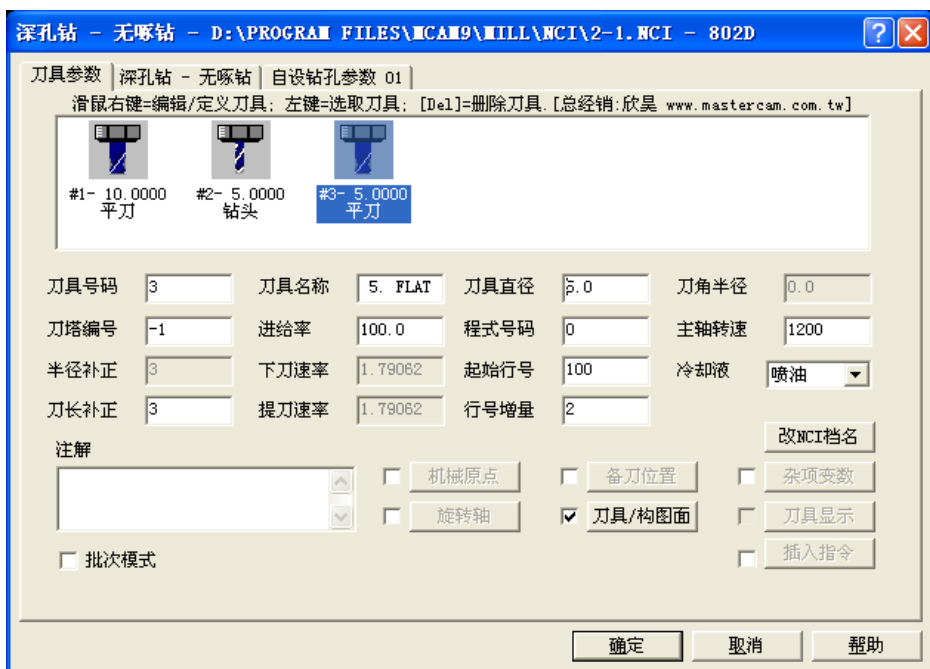
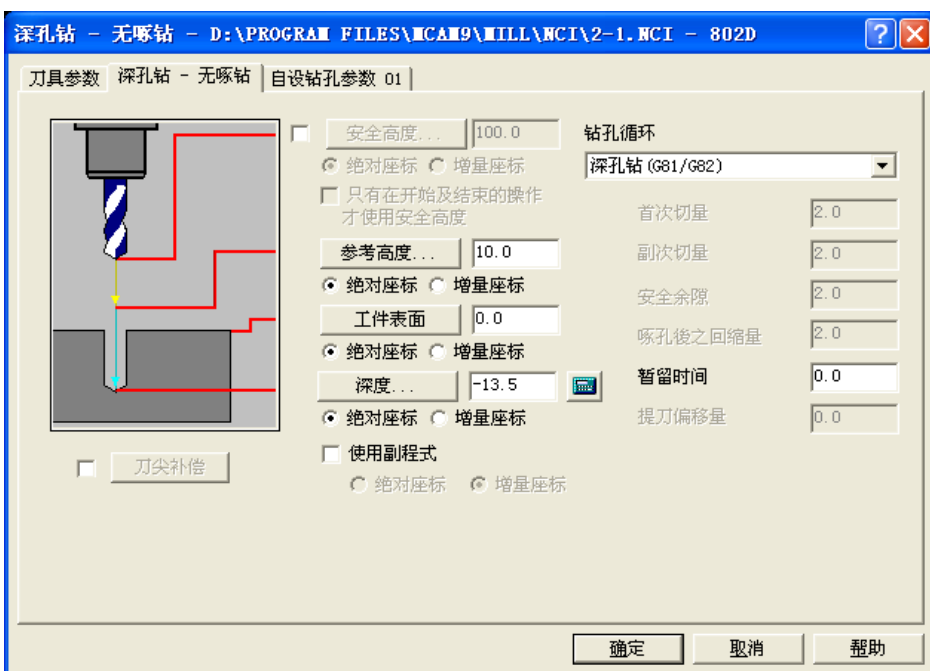
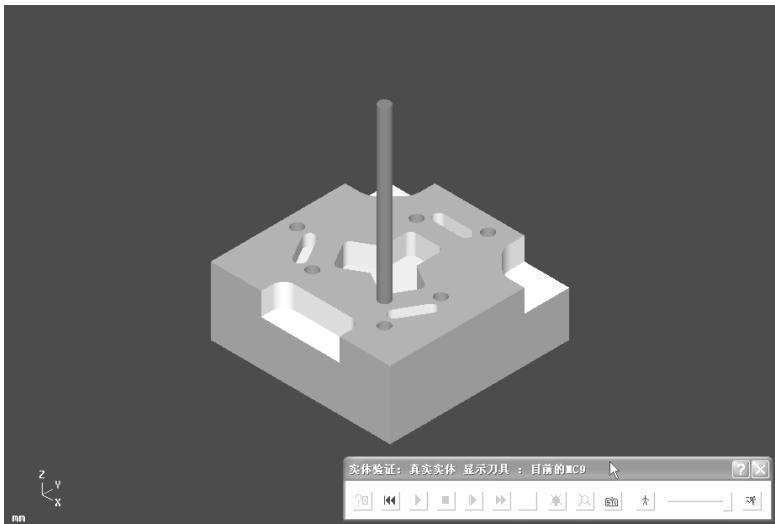

图 2-25 键槽铣刀钻孔刀具参数
图 2-26 键槽铣刀钻孔参数
图 2-27 实体切削验证效果
9) 仍然选择直径为 5mm 的平刀钻孔, 进给率: 100.0, 主轴转速: 1200, 如图 2-25 所示; 钻孔深度: -13.5, 如图 2-26 所示; 实体切削验证效果如图 2-27 所示, 将本例保存为“2-1.mc9”文件。